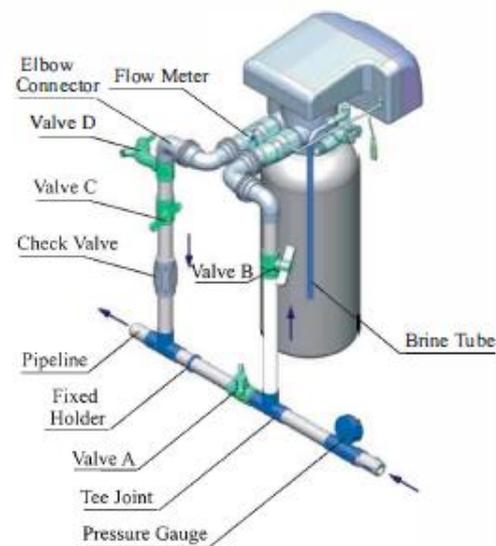

Figure 1-3
A. Как показано на рис. 1-3, установите манометр а на входе воды.